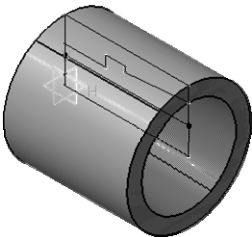

图 6-87 打开的模型文件（2）
1) 启动 CATIA V5 R20 后，单击工具栏上的打开按钮，打开选择文件对话框，选择“luowentao.catpart”（随书光盘：\第 6 章\6.2\ uncompleted\ luowentao. catpart），单击“OK”按钮，打开的模型文件（2）如图 6-87 所示。